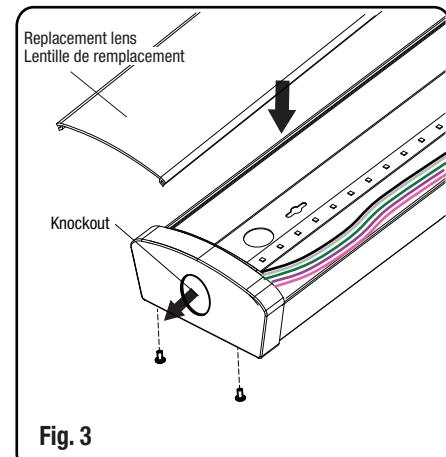

Fig. 3
1. If linking two or more luminaires together, power to each subsequent light can be made by using the flush connector or a linking cable (Fig. 3).
1. Si deux ou plusieurs luminaires doivent être reliés entre eux, l'alimentation électrique pour chaque luminaire supplémentaire peut être réalisée en utilisant un connecteur ou un câble de connexion (Fig. 3).
5. Break the knockout by pushing it (Fig. 3).
5. Pousser le knockout (Fig. 3).